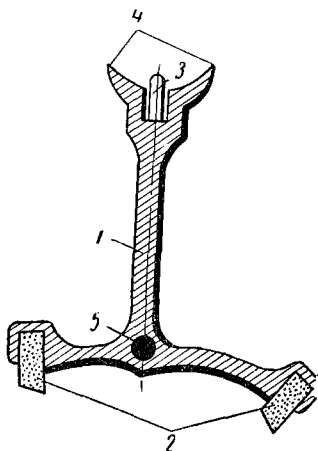

Рис. 63. Анкерная вилка:
*Анкерная вилка* (рис. 63) является связующим звеном между узлом баланса и анкерным колесом и состоит из самой вилки 1, двух палет 2, оси 5 с цапфами, предохранительного копыя 3 и рожков 4.